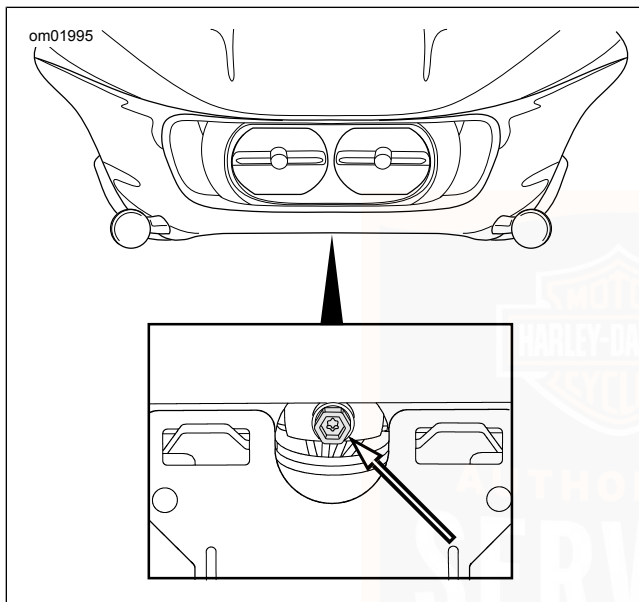

Abbildung 94. Scheinwerfereinsteller: FLTRU, FLTRX,
3. **Modelle mit rahmenmontierter Verkleidung:** Siehe Abbildung 94.